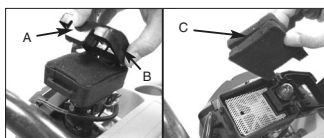

Fig. 6
- Нажмите кнопку (А) и удерживайте кожух в открытом положении, удалите кожух (В) и воздушный фильтр (С) из корпуса воздушного фильтра (рис. 6).